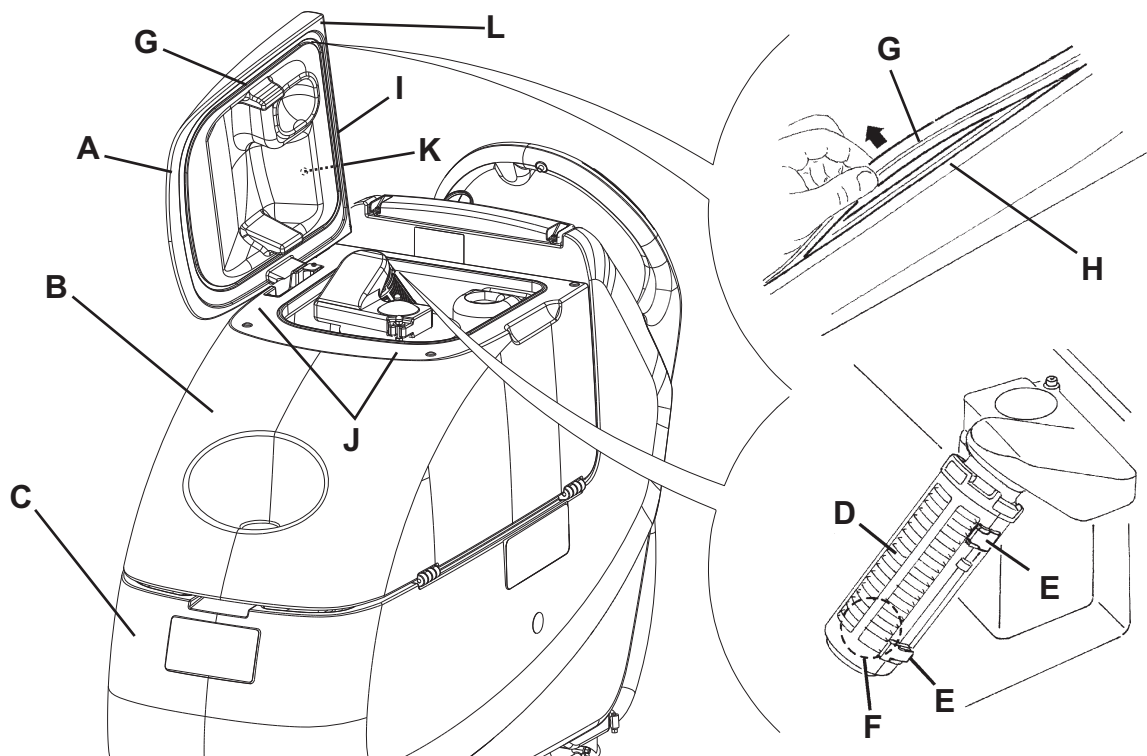

Abbildung 6
2. Den Zündschlüssel (80) auf "0" stellen.
3. Den Deckel (A, Abb. 6) in der Waschposition (L) bringen.
4. Den Deckel (A), die Tanks (B und C) und das Ansauggitter mit automatischem Schwimmverschluss (D) mit klarem Wasser reinigen und waschen.